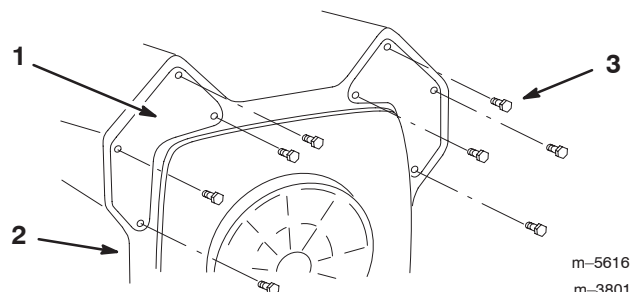

Figure 30
1. Déposez les panneaux du capot du moteur (Fig. 30).
3. Reposez les panneaux du capot du moteur (Fig. 30).